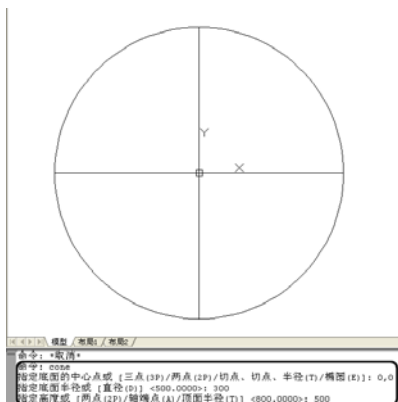

图 10.66 创建圆锥体
- (1) 在菜单栏中选择【绘图】/【建模】/【圆锥体】命令。
- (2) 根据命令行提示在绘图窗口拾取原点为底面的中心，根据命令行提示输入底面半径为 300，输入高度为 500，创建完圆锥体后的效果如图 10.66 所示。